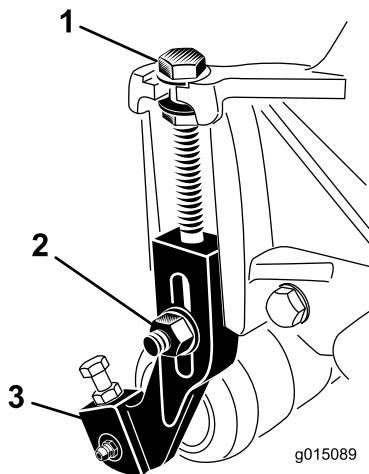

Bild 14
1. Lösen Sie die Sicherungsmuttern, mit denen die Schnitthöhenhalterungen an den Seitenplatten des Mähwerks befestigt sind (Bild 14).